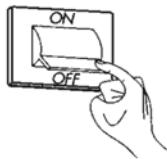

Fig. 4.11
- убедитесь также в том, что циркуляционный насос работает правильно (рис. 4.11)